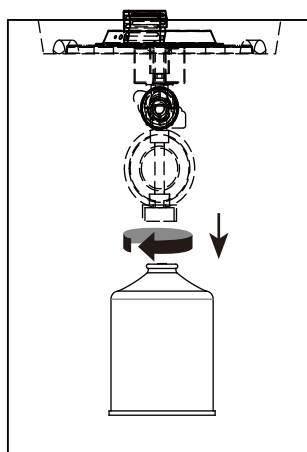

Figura 3
- (1). Ruotare la manopola di comando in posizione "OFF".
- (2). Ruotare la bombola in senso antiorario fino a quando non si allenta (vedere Figura 3).
- (3). Rimuovere la bombola.
- (4). Conservare la bombola in un luogo adeguato.
- (5). Posizionare il cappuccio protettivo sulla bombola e conservarla all'aperto in un'area ben ventilata, al riparo dalla luce solare diretta.